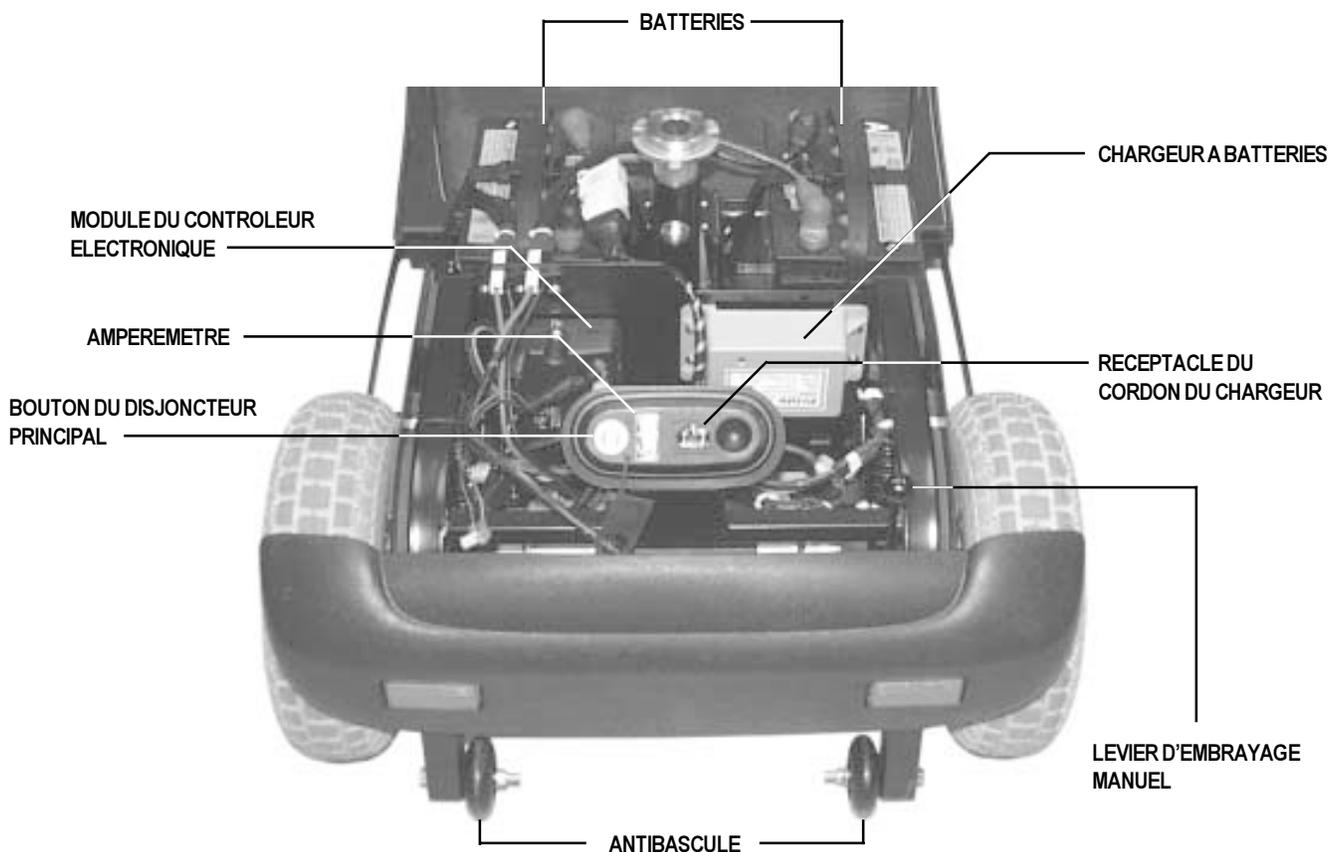

Figure 9. Section Arrière
Les batteries, le contrôleur électronique, le module moteur/essieu, le levier de débrayage, le disjoncteur, les roulettes antibascule et les fusibles (non montrés) sont situés dans la section arrière de votre scooter. Voir figure 9.
Les roulettes antibascule sont une composante de sécurité importante de votre scooter. Elles sont fixées sur la partie la plus arrière de la structure de votre scooter. Voir la figure 9.
- Le bouton du disjoncteur est situé près de l'ampèremètre. Voir la figure 9.